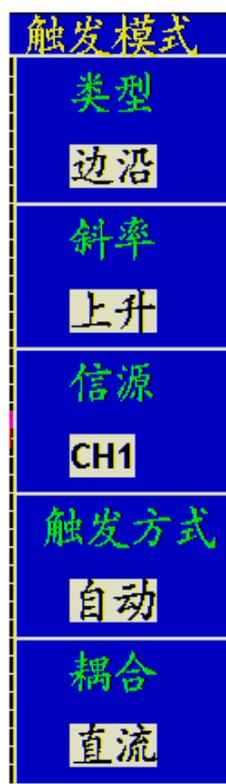

图26：触发模式菜单
**触发菜单：**触发菜单按键。当按下这个按键时，屏幕显示操作菜单见图26：